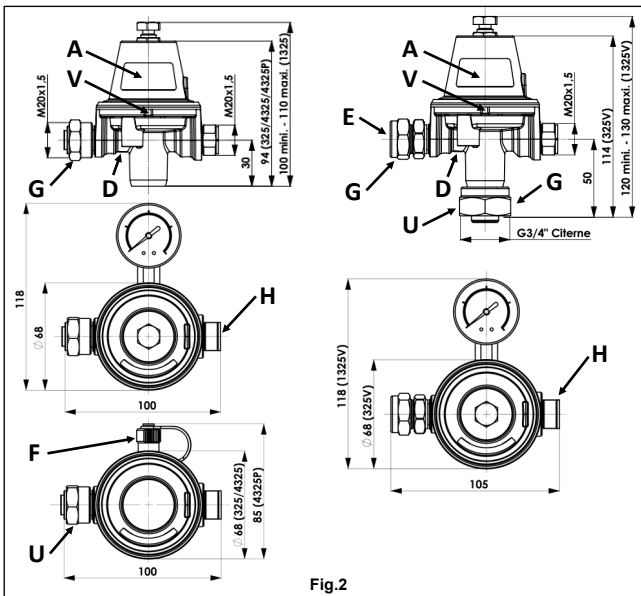

Fig.2
S'assurer que les types de connexion des tubulures à raccorder à l'entrée (G) et à la sortie (H) (Fig.2) soient compatibles avec ceux du détendeur ou du limiteur. Raccorder ces éléments en respectant le sens de passage du gaz indiqué par la flèche (D) (Fig.2).
Les couples de serrage préconisés à appliquer sur les écrous (U) (Fig.2) sont de :
El limitador de presión 4325P está equipado de una toma de presión de tipo "Schrader" (F) (Fig.2), que permite controlar el valor de la presión en la instalación (comprobación de la impermeabilidad en el momento de la puesta en funcionamiento, comprobación de la intervención del limitador de presión, ...).
Las dimensiones están indicadas en la Fig.2.
Los reguladores 325V y 1325V están equipados con una entrada auxiliar (E) (Fig.2) (también llamada entrada de rescate) con un dispositivo obstruyendo.